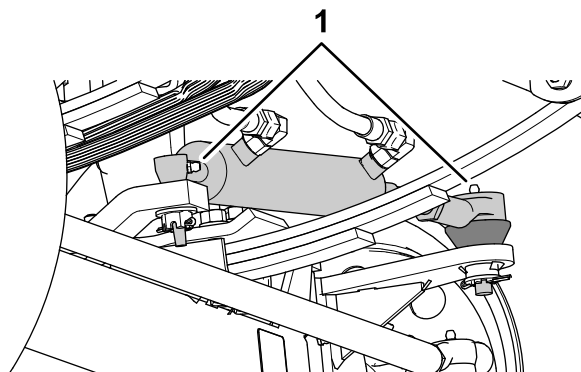
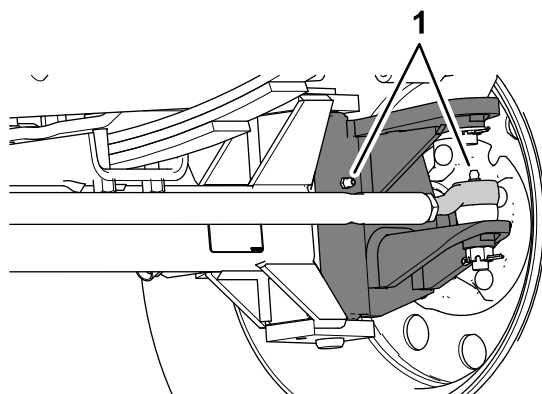

Figura 66
Figura 67
1. tergei aceste fittinguri de lubrifiere (Figura 66 i Figura 67).
2. Pompai lubrifiant în fittingurile de lubrifiere (Figura 66 i Figura 67).
Notă: Pozițiile fittingurilor de lubrifiere sunt ilustrate în Figura 66.